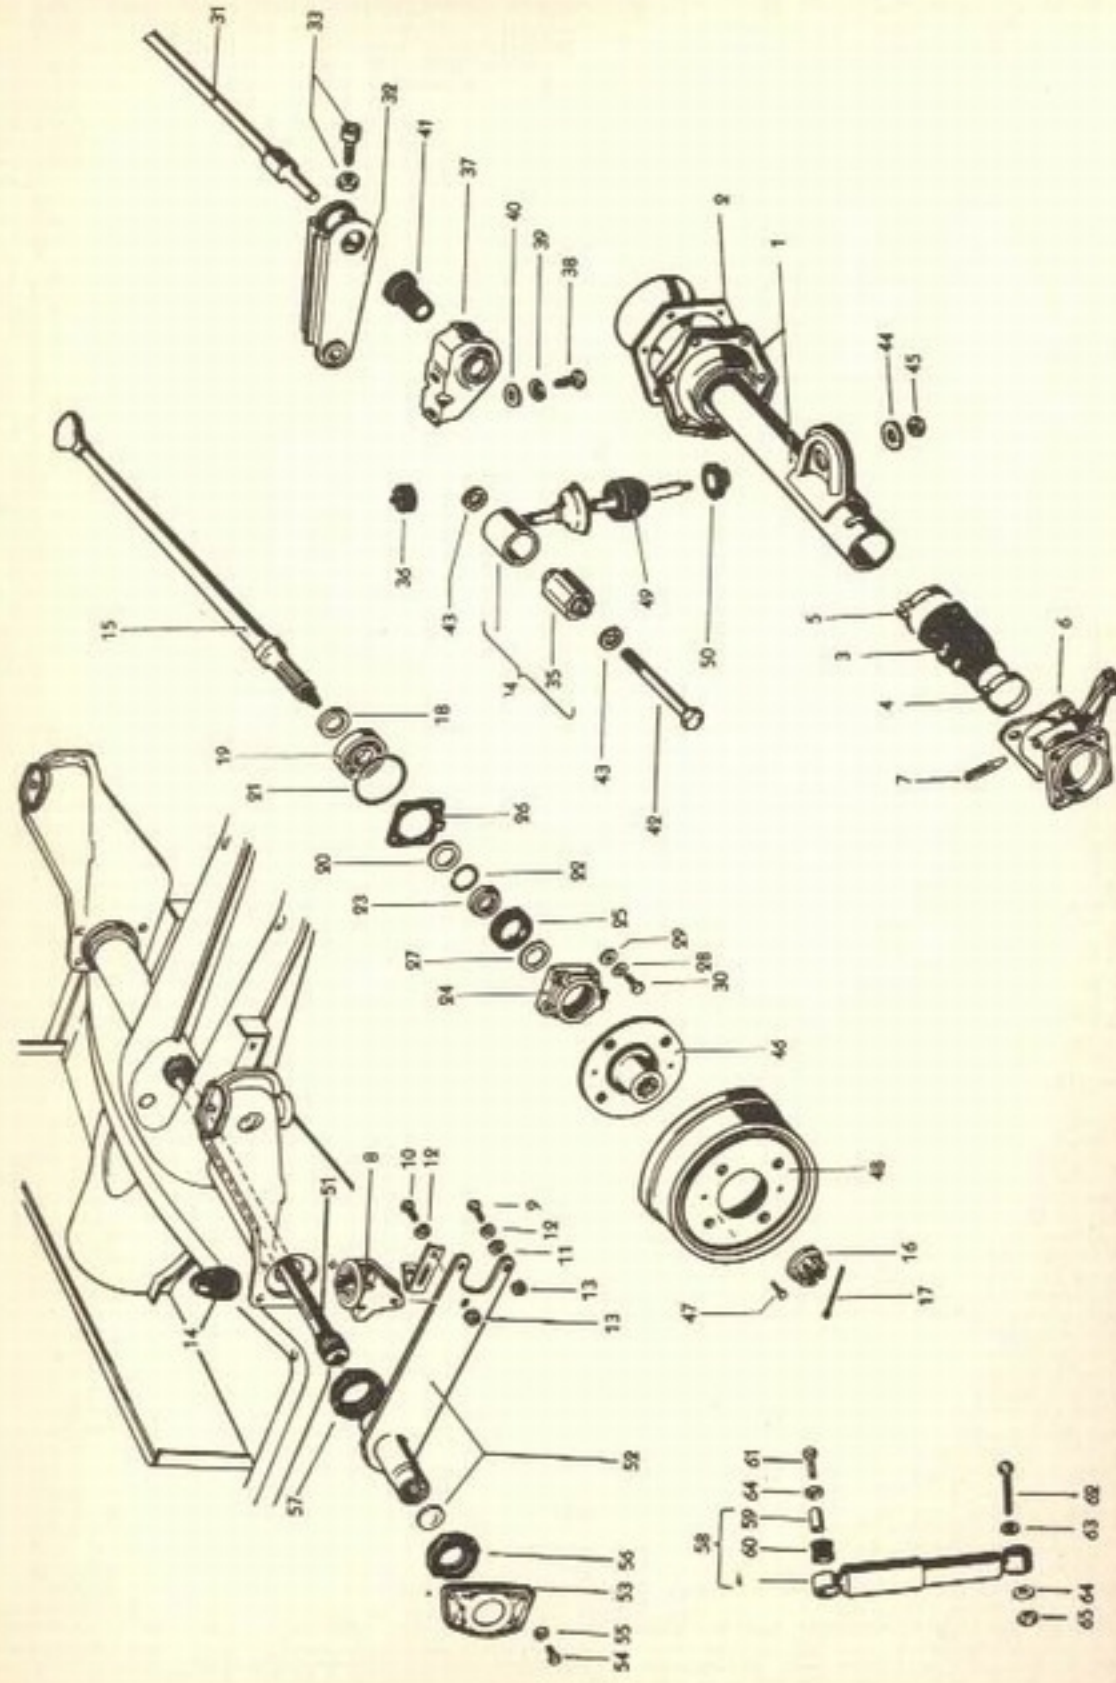

Fig. 23-V — Suspensão traseira da Variant. A do sedan é idêntica, apenas o tambor da roda (48) e o cubo (46) consistem uma só peça. (V. texto na pág. seguinte.)
Os eixos traseiros do sedan "1600" e da Variant são praticamente iguais. Como a distância entre as rodas no sedan é 1308 mm e na Variant 1358 mm, as semi-árvores e os tubos das semi-árvores são mais compridos que no sedan. Os flanges das semi-árvores são ligeiramente diferentes. A principal diferença entre os conjuntos é que no sedan o cubo da roda e o tambor consistem um só conjunto, enquanto que na Variant, o cubo (46, Fig. 23-V) pode ser destacado do tambor (45), ao qual é preso por parafusos (47).
A suspensão é do tipo de barra de torção tubular (48), possuindo também uma barra de torção adicional (30). A Fig. 23-V mostra todos os detalhes do eixo traseiro. A regulação dos braços da suspensão é de  $23^{\circ} 30' \pm 50'$  para ambos os modelos.